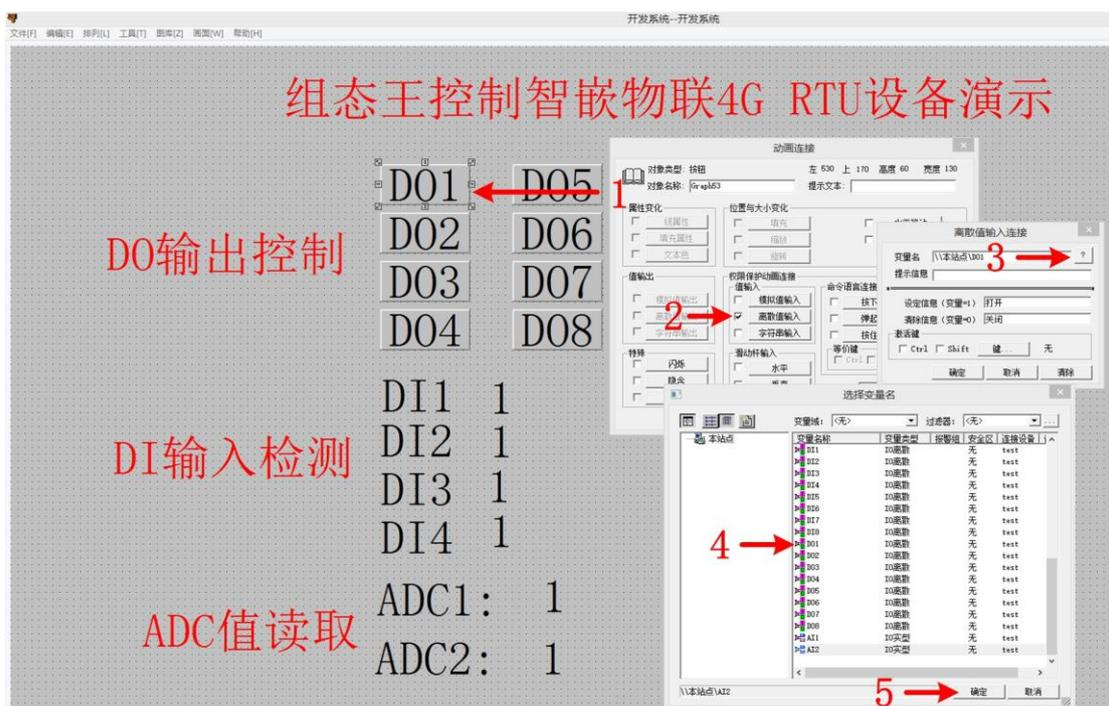
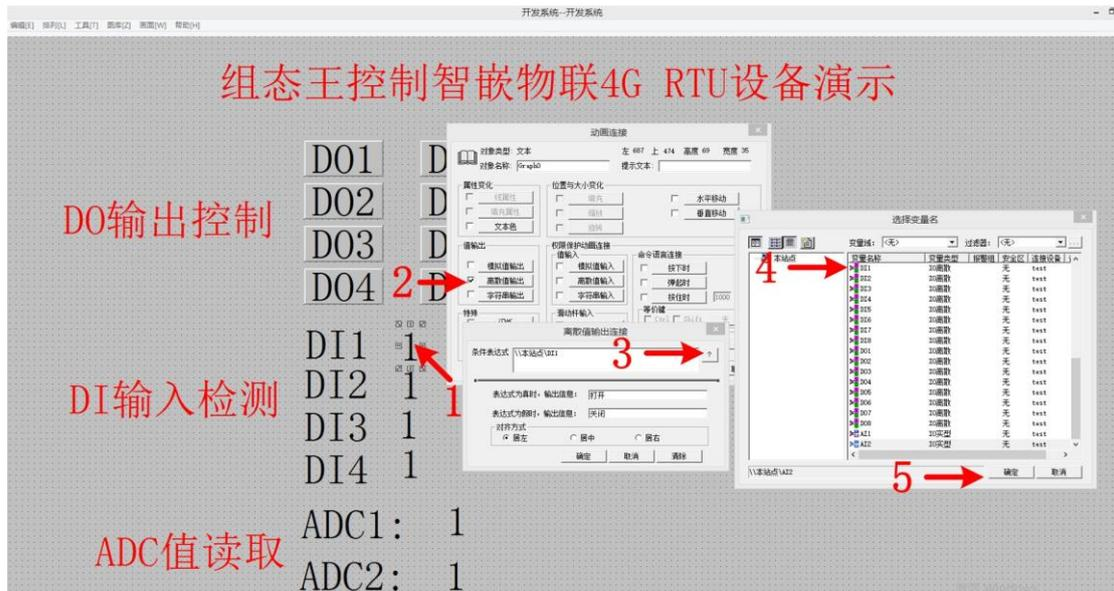
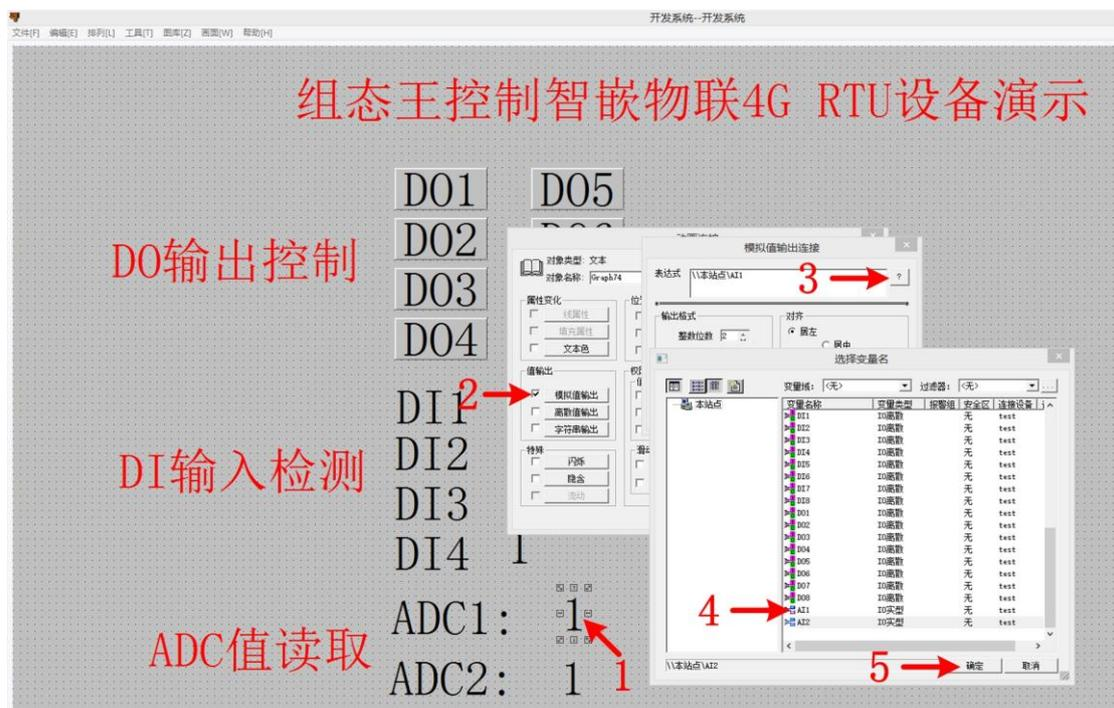

图 8.34 组态王变量关联 DO 输出
图 8.35 组态王变量关联 DI 输入
图 8.36 组态王变量关联 ADC
6. 分别双击界面中的按钮及文本，在弹出的对话框中，按图 8.34、图 8.35、图 8.36 步骤设置。